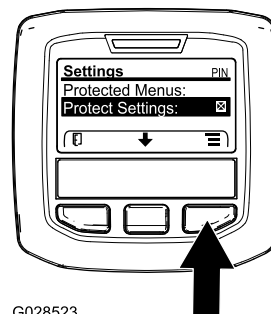

Рисунок 46
1. Перейдите в защищенное меню и разблокируйте подменю защищенных настроек (Рисунок 46); см. раздел Доступ к защищенным меню \(страница 27\).